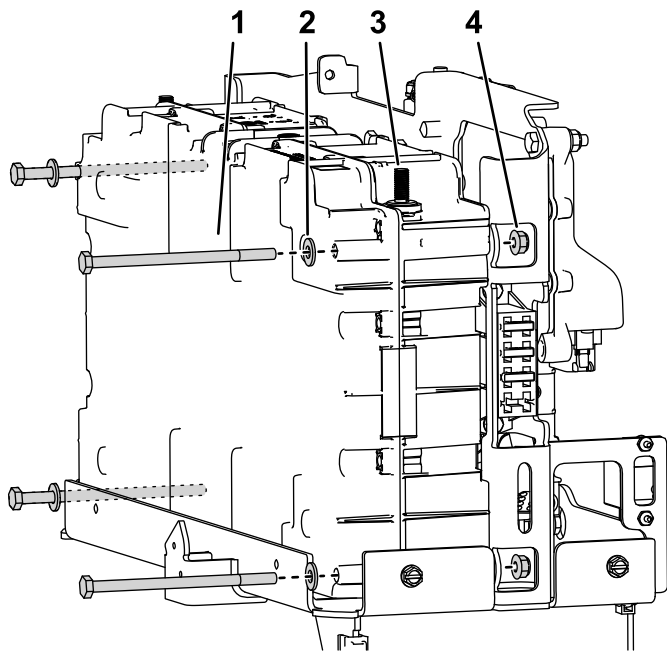

Figure 8
3. Placez la batterie sur son socle et installez les fixations comme montré à la Figure 8.